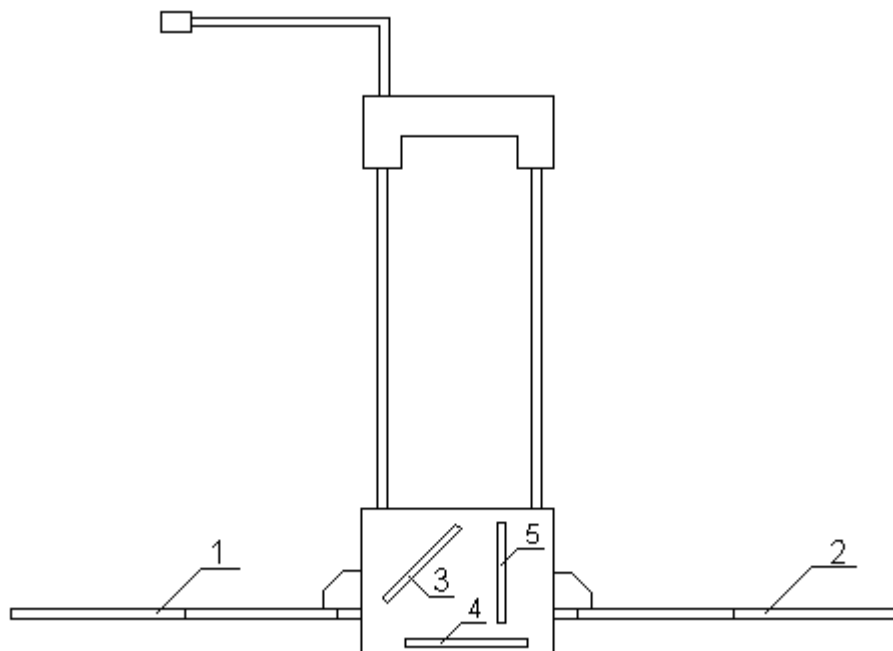

Рисунок 3.8
3.3.3 Антенное устройство представляет собой корпус из диэлектрического материала, имеющий удлиненную ручку для переноски. На поверхности корпуса закреплены две раскладные электрические антенны 1 и 2, внутри корпуса находятся магнитные антенны 3 - 5 (рисунок 3.8) и усилители сигналов, снимаемых с антенн.